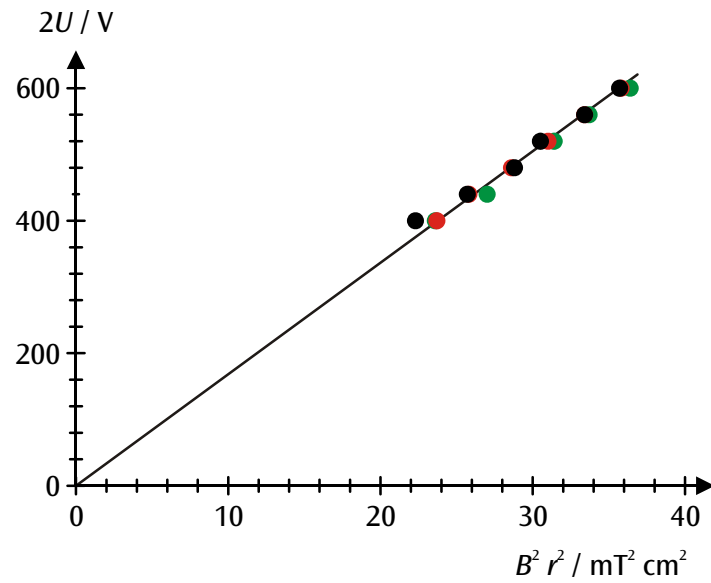

Fig. 3  $r^2 B^2$ - $2U$ -Diagramm der Messwerte (schwarz:  $r = 5$  cm, rot:  $r = 4$  cm, grün:  $r = 3$  cm)
- Zur weiteren Auswertung die Messwerte in einem  $r^2 B^2 - 2U$ -Diagramm auftragen (siehe Fig. 3).